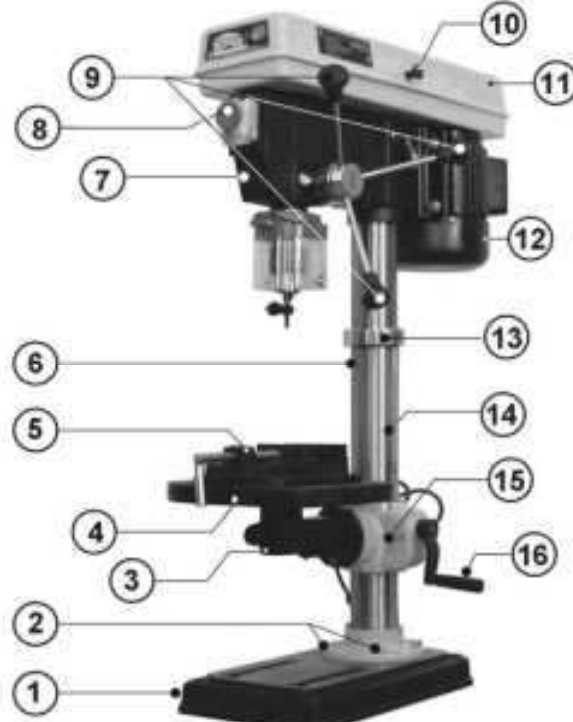

Рис. 1
Станок состоит из следующих сборочных единиц и деталей, Рис.1:
9. СБОРКА И РЕГУЛИРОВКА, Рис. 1- 7